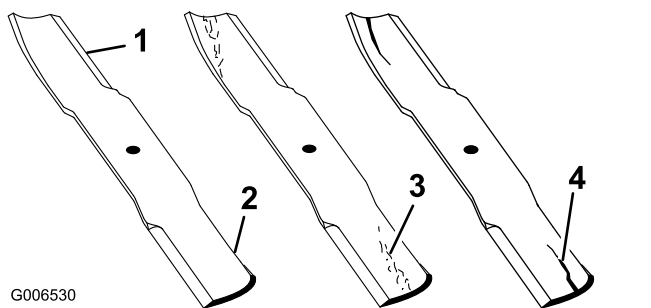

Figure 62
2. Examinez le tranchant des lames (Figure 62).
4. Inspectez les lames, surtout la partie relevée (Figure 62).
5. Remplacez immédiatement toute lame endommagée, usée ou qui présente une entaille (Figure 62).